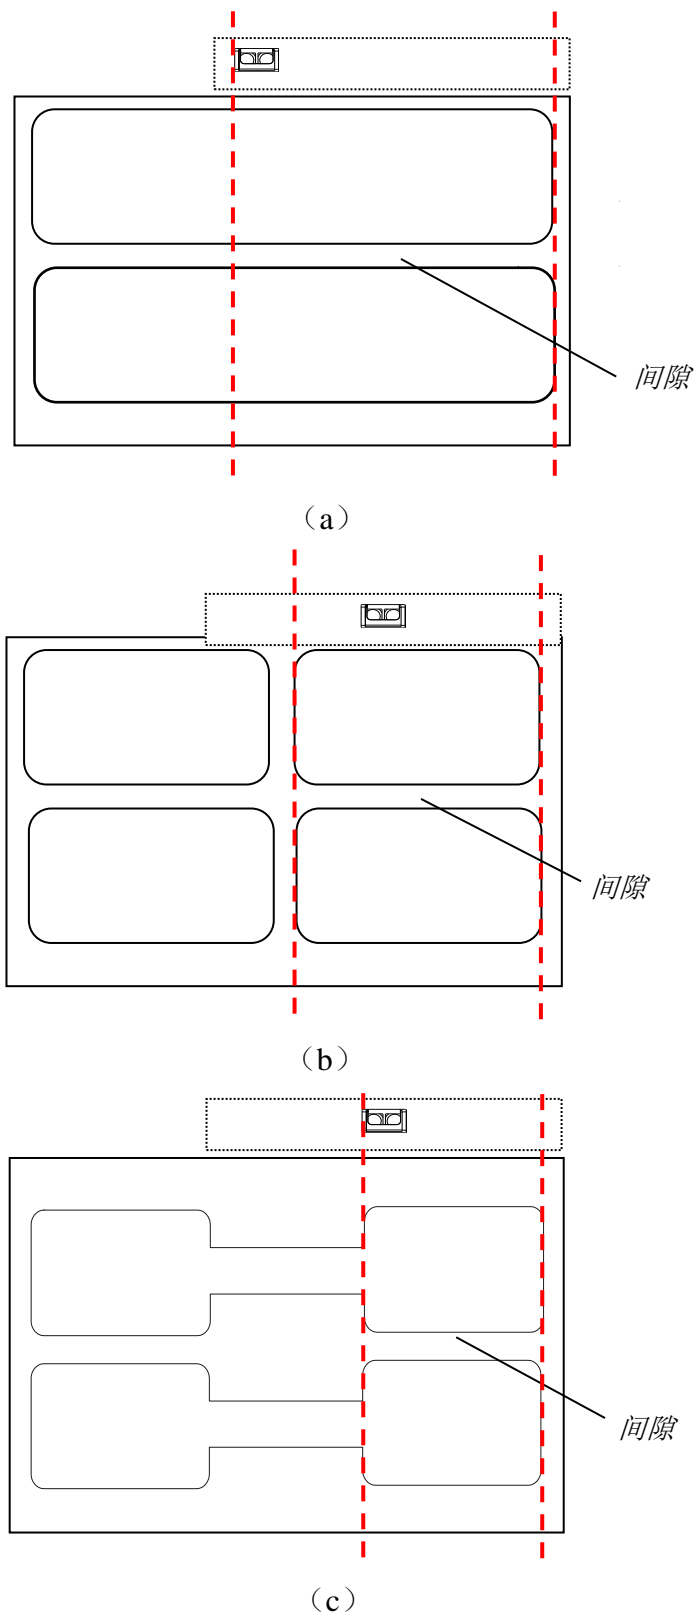

图 2-18 纸张探测器位置
- 根据不同标签纸确定纸张探测器的位置，请参考图 2-18 (a) (b) (c)，将纸张探测器移动到红色虚线范围内的任意位置即可。